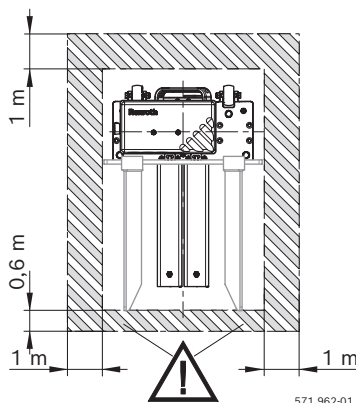
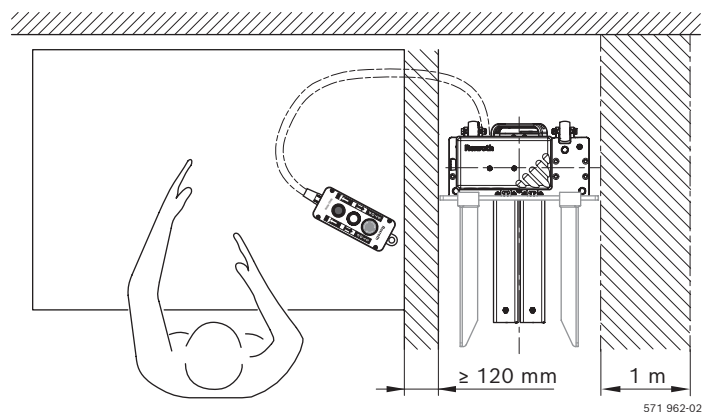

Abb. 1: Kistenhubgerät mit gekennzeichnetem Gefahrenbereich (gelb/schwarz)
Abb. 2: Betrieb in Angrenzung an einen Arbeitsplatz mit eingezeichneten Sicherheitsabständen
Beachten Sie hierzu die in Abb. 1 und Abb. 2 dargestellten Vorschläge:
- Freistehende Anwendung (Abb. 1)
- Betrieb in Angrenzung an einen Arbeitsplatz (Abb. 2)